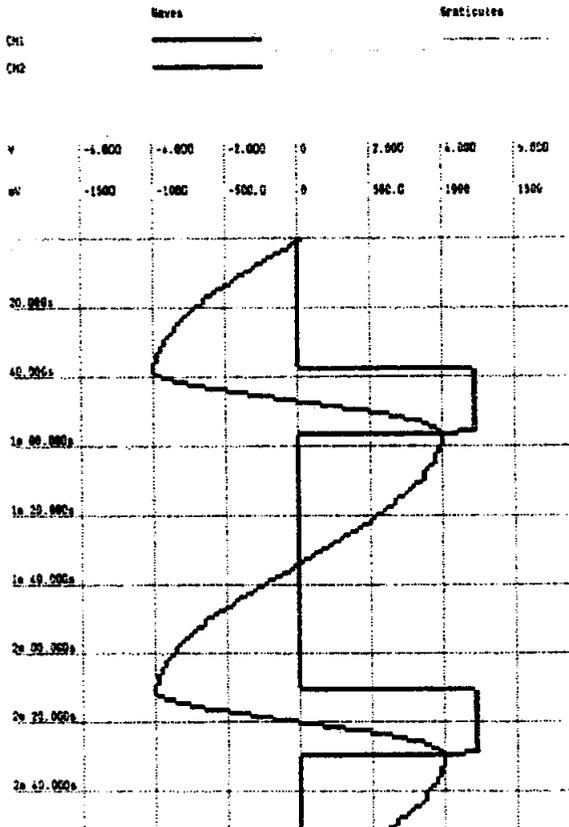

Bild 7-3: Yt-Meßprotokoll während des Messens mit dem SC05, gedruckt mit einem Matrixdrucker
- das Drucken während des Meßvorganges als Yt-Schreiber bei sehr langsamen Signalen ($t_{1x} > 20 \text{ s/Div}$) ohne Begrenzung der Aufzeichnungsdauer (Bild 7-3); einschaltbar mit
2. Das Druckbild (Bild 7-3) ähnelt dem des Ausdruckes des gesamten Speichers. Als Zeitraster wird die seit dem Beginn des Kurvenausdruckes verstrichene Zeit angegeben.